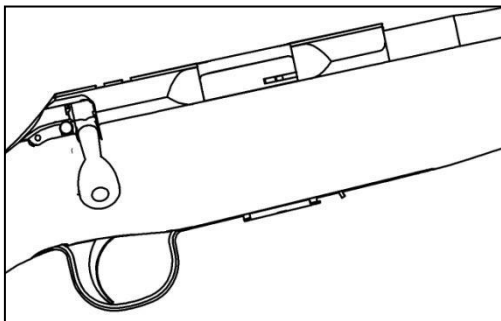

рис.1
- Извлеките магазин, нажав на защелку магазина назад, в направлении спускового крючка. Магазин должен свободно выпасть из шахты. Если этого не произошло – слегка потяните за дно магазина вниз, удерживая защелку нажатой (рис.1).